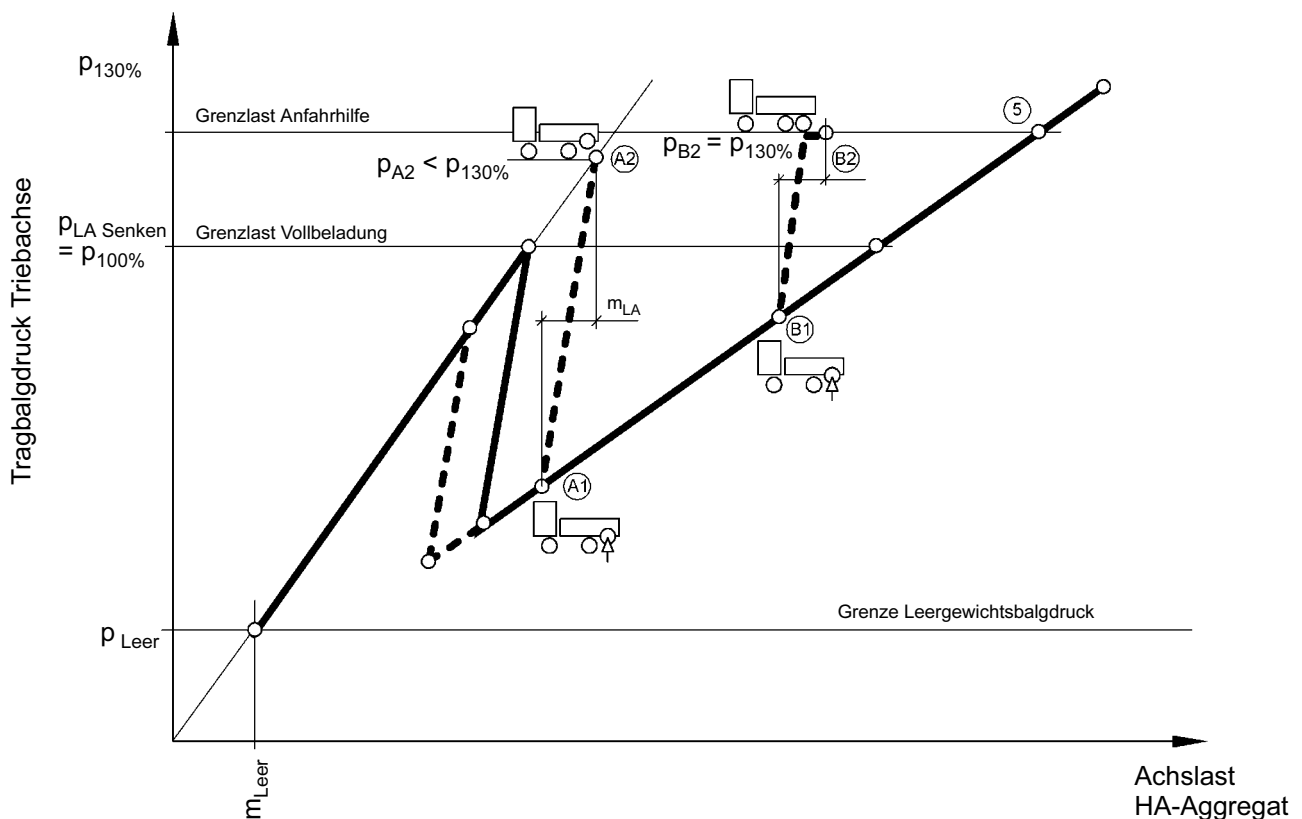

Abb. 12 Anfahrhilfefunktionsdarstellung bei Fahrzeugen mit Druckausgleichsregelung
Die Anfahrhilfefunktion ist nur möglich, wenn sich der Tragbalgdruck ($\downarrow$ Abb. 12) zwischen ③a und ⑥ zuordnen lässt. Was bedeutet, dass sich die Liftachse auf dem Boden befinden muss. Die Beschreibung ist an die Forderungen der EG-Richtlinie 97/27/EG (EG 97/27) ausgerichtet.
Abbildung 12 zeigt an 2 Beispielen, beginnend bei ① und ②, wie die Anfahrhilfe nach der Aktivierung der verschiedenen Beladungszuständen wirkt.